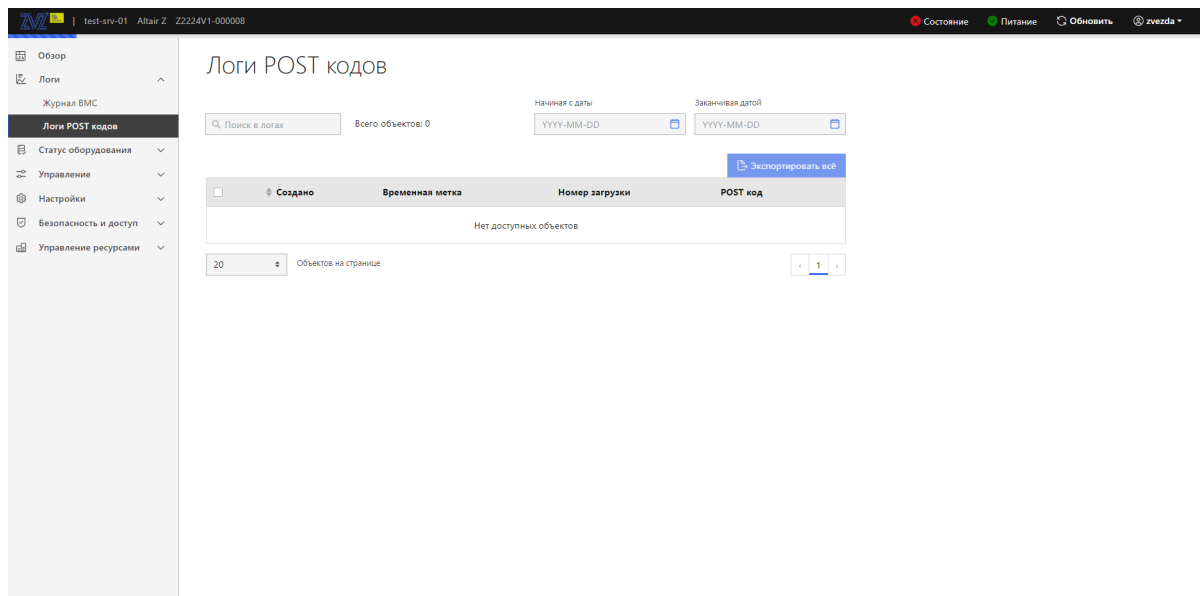

Рис. 77. Окно «Логи POST кодов»
- 3) Пройдите во вкладку «Логи» → «Логи POST кодов» в данной вкладке отображены все логи POST кодов. В поле «Поиск в логах» производится поиск логов POST кодов. В поле «Начиная с даты» произведите фильтрацию по дате начала логов, в поле «Заканчивая датой» произведите фильтрацию по дате окончания логов. «Экспортировать всё» позволяет экспортировать все логи POST кодов. Окно показано на рис. 77 Окно «Логи POST кодов»